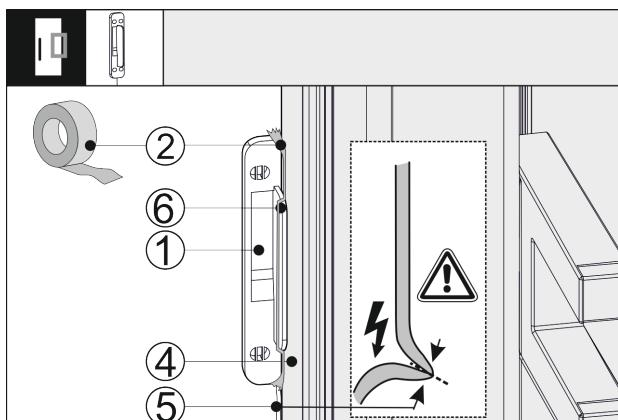

Fig. 42
- Colocar el sensor de golpes Fig. 42 (1) contra el lateral de la puerta del electrodoméstico Fig. 42 (4) de forma que el tope Fig. 42 (6) esté en contacto con la puerta del electrodoméstico Fig. 42 (4). El cable del sensor Fig. 42 (5) está ligeramente tensado y también está sujeto a la puerta del electrodoméstico Fig. 42 (4).
- Fijar el sensor de golpes Fig. 42 (1) con cinta adhesiva Fig. 42 (2). El sensor de golpes se atornilla posteriormente al frente del mueble.